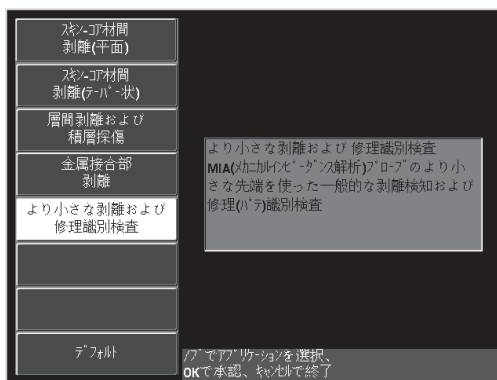

図 6-62 Smaller Disbonds and Repair Identification (小さな欠陥と修理部分の識別) アプリケーション
3. **Smaller Disbonds and Repair Identification** (小さな欠陥と修理部分の識別) アプリケーションを選択し、 を押して受け入れます (179 ページの図 6-62 参照)。